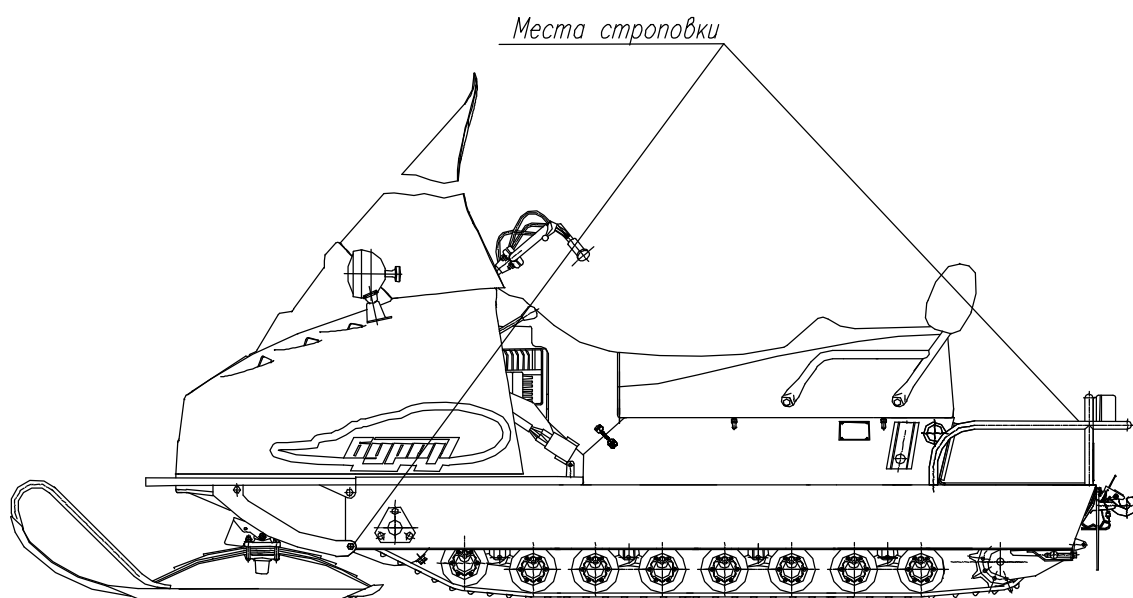

Рис. 16 – Схема строповки снегохода БУРАН АД, АДЕ, АДТЕ
- снегоход БУРАН АД, АДЕ, АДТЕ – за нижние передние уголки рамы и ограждение багажника (рис. 16).